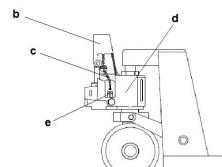

Abbildung 2
- Führen Sie die Kette (c) (Abbildung 2) des Griffs (b) (Abbildung 2) durch das Mittelloch des Stifts (a).
- Führen Sie das Ende der Kette (c) (Abbildung 2) in den Sitz des Bügels (e) (Abbildung 2) ein und haken Sie es mit der Mutter am Ende ein.